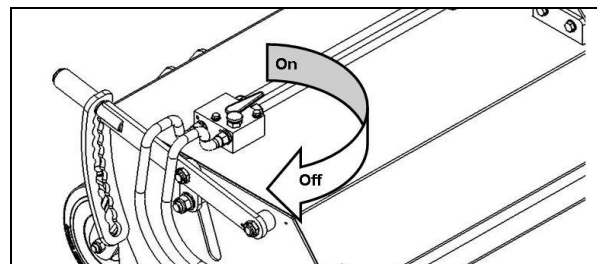
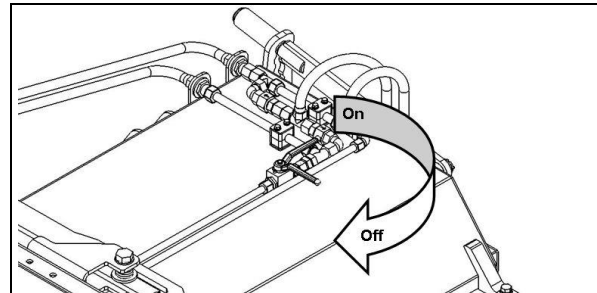

Fig. 4.10
Fig. 4.11
- Absperrhahn, zum Hydraulikmotor des Seitenkehrbesens (Fig.4.10) sowie Hydraulikzylinder des Sammelbehälters (Fig.4.11) öffnen.